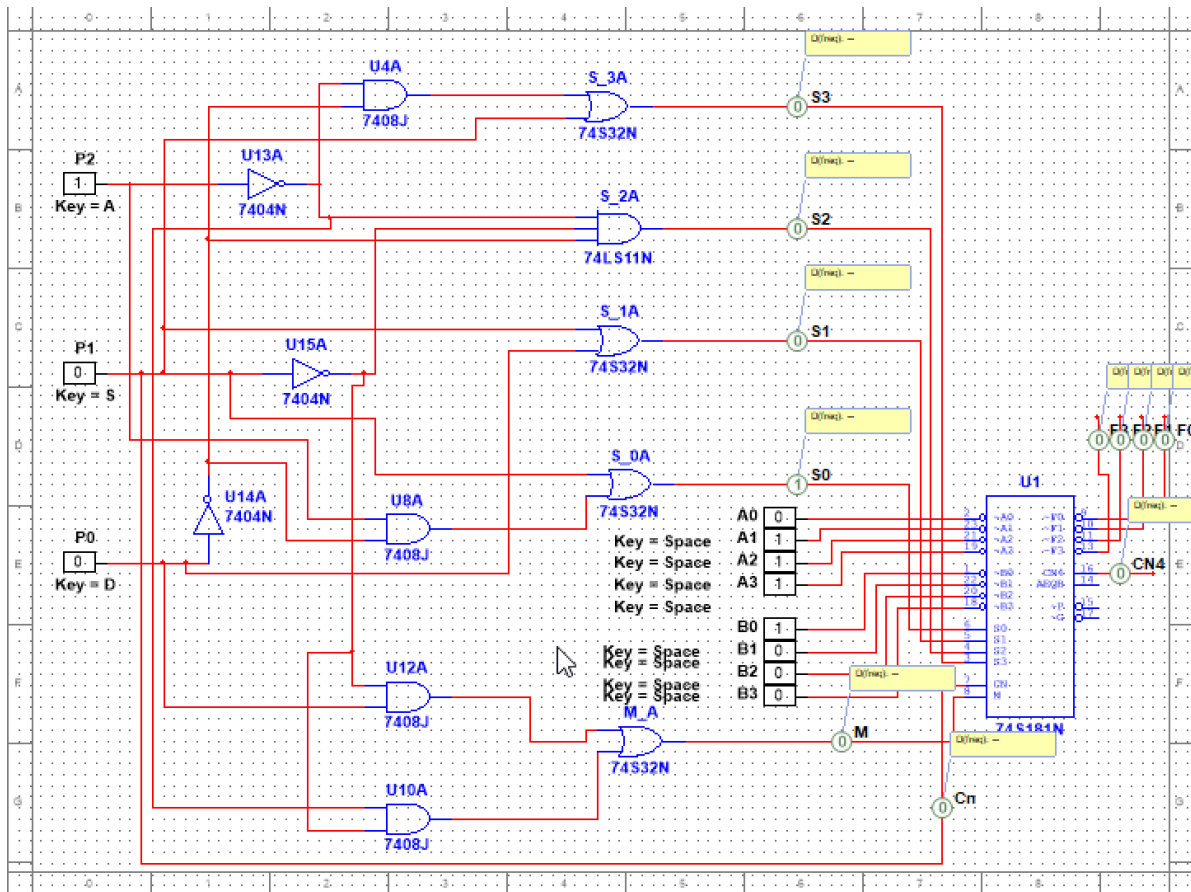

Figura 11. Prueba 4 del circuito completo
- **Prueba 4** (Figura 11):  $(P2, P1, P0) = (1, 0, 0) \rightarrow$  debe realizar la operación  $F = (A + B)PLUS1$ . Por ejemplo, si introducimos como entradas  $A = (1110)$  y  $B = (0001)$ , debemos obtener la salida  $F = (0000)$  y con la salida  $Cn4 = 0$ , lo cual nos indica que el quinto bit que no nos puede ofrecer este modelo estaría a 1, siendo el resultado real  $F = (10000)$ .